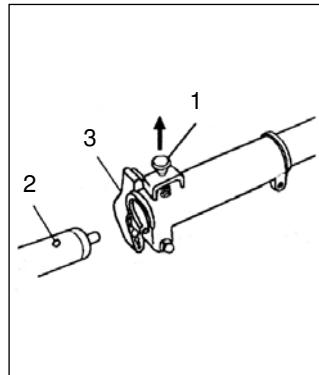

Fig.1-1B
2. Se till att låstappen (1) passar i inställningshållet (2) i röret och attröret inte ramar av. (Fig. 1-1B)
3. Drag fast rattmuttern (3) ordentligt. (Fig. 1-1B)